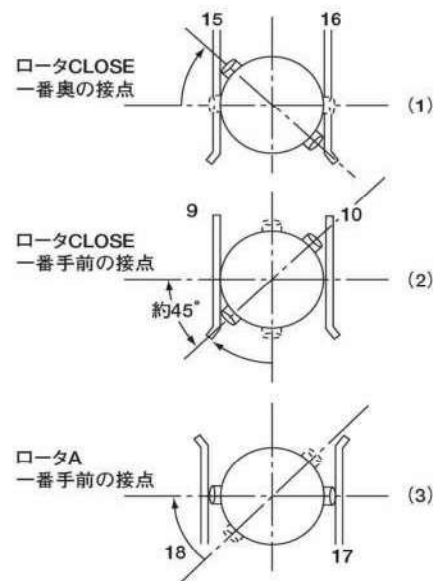

図5.2.8
- ・ロータ“CLOSE”のモータ回路用接点(端子符号15-16)を、図5.2.8(1)のように、接点がOFFになるところ(約 45°)に位置決めします。(見にくければ、同じロータの最も手前の接点(符号9-10)がONになるところに位置決めしても等価となります。(図5.2.8(2)))
- ・ロータAの接点は、図5.2.8(3)のようにONになった位置で止めます。